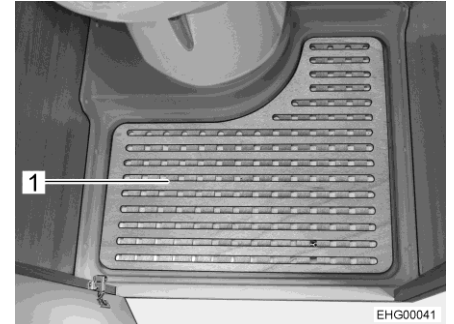

Fig. 125 Plancher amovible
- Retirer le plancher amovible (Fig. 125,1) pour se doucher.